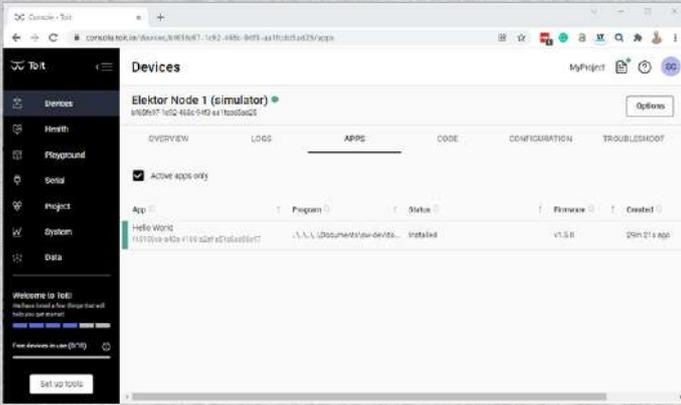
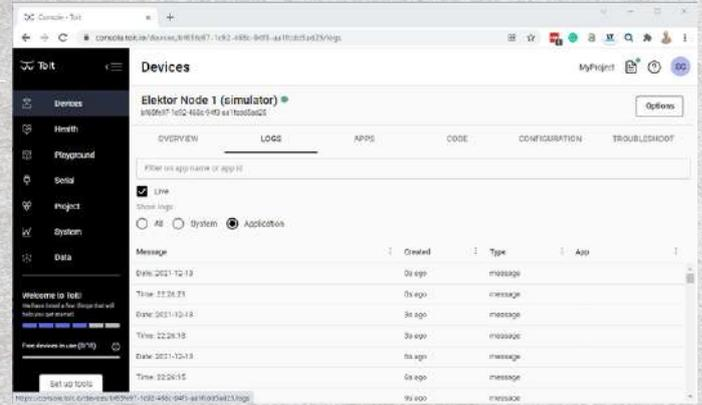

Bild 4. Die Hello-World-App wurde erfolgreich auf einem simulierten Knoten installiert
Bild 5. Die LOGS-Ausgabe zeigt die Uhrzeit und das Datum, die von der Toit-App alle drei Sekunden ausgegeben werden, wie in der YAML-Datei definiert.
**Listing 4** zeigt eine einfache *Hello-World*-App, die Uhrzeit und Datum ausgibt, **Listing 5** die zugehörige YAML-Datei. In **Bild 3** sind zwei simulierte Knoten in der Konsole zu sehen, während **Bild 4** die erfolgreich installierte *Hello-World*-App zeigt. **Bild 5** zeigt die Ausgabe von Datum und Uhrzeit in Drei-Sekunden-Intervallen, wie sie mit dem Trigger `on_interval: "3s"` in der YAML-Datei festgelegt wurden. Der Projektcode wurde in Visual Studio Code erstellt und mit der Toit-Erweiterung auf dem ausgewählten Knoten bereitgestellt, der mit dem Konsolen-Konto des Users verbunden ist (**Bild 6**).